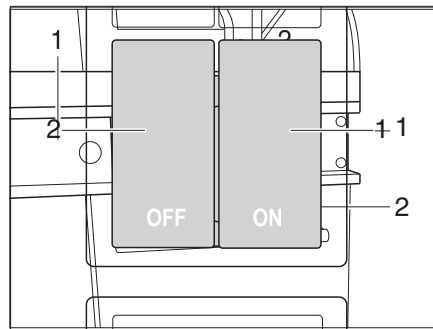

Fig. 119 Interrupteur de verrouillage central de la cuisine intégrée
La cuisine intégrée est équipée d'un verrouillage central. Les portillons et tiroirs du bloc cuisine peuvent être verrouillés et déverrouillés manuellement avec l'interrupteur (Fig. 119).
- Verrouiller* ■ Appuyer sur l'interrupteur ON (Fig. 119,1). Les portillons et les tiroirs du bloc cuisine sont verrouillés.
- Déverrouiller* ■ Appuyer sur l'interrupteur OFF (Fig. 119,2). Les portillons et les tiroirs du bloc cuisine sont déverrouillés.